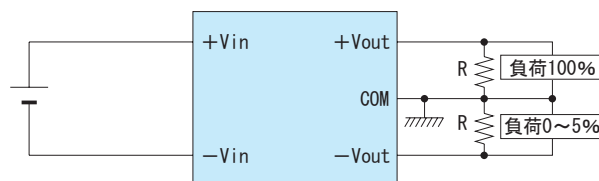

図6.1 負荷アンバランス時の出力上昇対策例
- 図6.1に示すように片側負荷が0~5%となるような負荷アンバランスになる場合、負荷率の低い側の出力電圧が20%以上上昇する場合がありますので、出力端子間にブリーダー抵抗Rなどを外付けしてください。